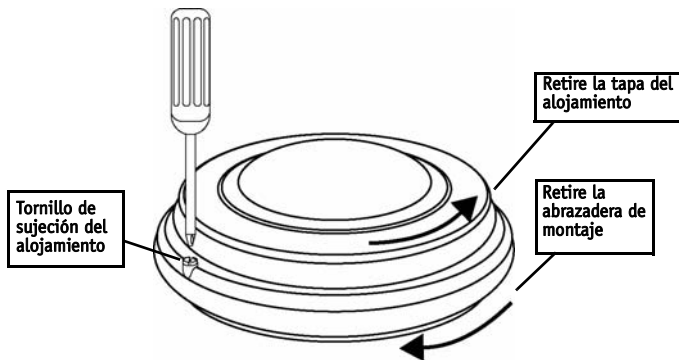

Figura 1 Retire la tapa del alojamiento y la abrazadera de montaje
1. Afloje el tornillo de sujeción del alojamiento (Figura 1).
1. Sitúe un conector de selección en las clavijas del contador de pulsos apropiadas (Figura 1).
1. Instale la tapa del alojamiento (Figura 1).
2. Retire la abrazadera de montaje (Figura 1).